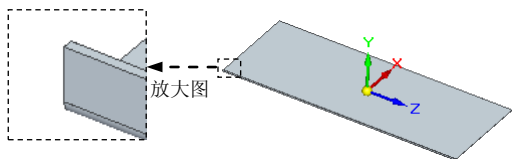
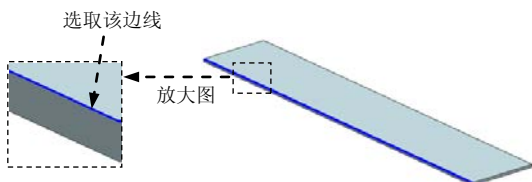

图 8.13.252 弯边特征 1
图 8.13.253 截面草图
Step3. 创建图 8.13.252 所示的弯边特征 1。
(1) 选择命令。单击“主页”功能选项卡“钣金”工具栏中的“弯边”按钮。
(2) 定义附着边。选取图 8.13.253 所示的模型边线为附着边。
(3) 定义弯边类型。在距离: 文本框中输入值 14，在角度: 文本框中输入值 90，单击“外部尺寸标注”按钮和“材料内侧”按钮；调整弯边侧方向向上，如图 8.13.252 所示。